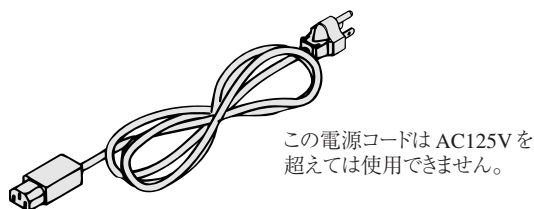

図1-6 付属の3極プラグ付き入力電源コード
- ・ 本製品に図1-6に示した3極プラグ付きの入力電源コードが添付されている場合、入力電源電圧範囲に注意してください。この電源コードは、AC125Vを越えて使用できません。もし、入力電源電圧範囲を"108-132V"、"180-220V"または"216-250V"に切り換えて本製品を使用する場合は入力電圧に適した電源コードと交換してください。適切な電源コードはお客様がご用意ください。
- ・ 図1-6に示した3極プラグ付きの入力電源コードは、プラグを切り落として圧着端子を取り付けても、AC125Vを越えて使用できません。